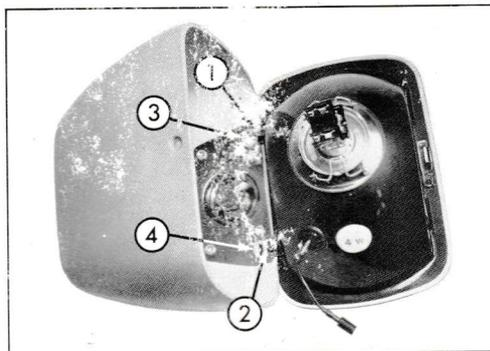

Abb. 41 – Scheinwerfer
- Um den Scheinwerfer herauszunehmen: Schraube (1) lösen und Scheinwerfer nach vorn kippen.
- Kontaktstück (2) aus schwarzem Plastik, welches die Zuführkabel trägt, abschliessen..
- Federn (3 und 4), welche die Glühlampenfassung (5) festhalten, um 90° kippen.
- Schadhafte Glühlampe auswechseln, neue Glühlampe einsetzen, indem man die Einstellzapfen vor seine Fassung (6) bringt.
- Federn (3 und 4) umschlagen und Kontaktstück (2) wieder anschliessen.
- Um den Scheinwerfer wieder einzubauen (Abb. 41):